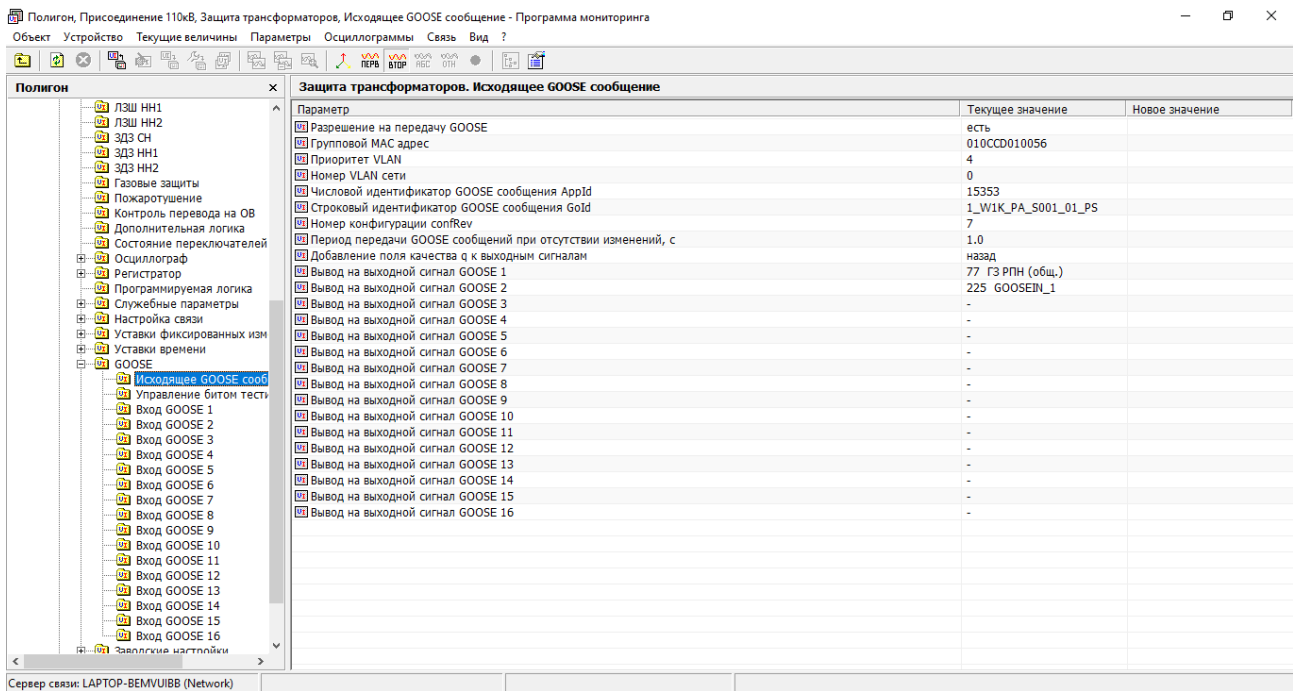

Рис. 102. Исходящее GOOSE – сообщение
21) В программе мониторинга перейти в раздел исходящего GOOSE – сообщения (рис. 102).